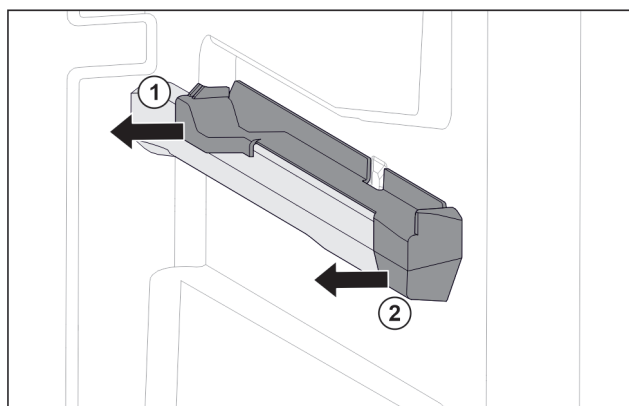

Fig. 77 Aufsteckteil auf der rechten Behälterrippe
- ▶ Aufsteckteil hinten zur Seite abziehen. Fig. 77 (1)
- ▶ Aufsteckteil vorne zur Seite abziehen. Fig. 77 (2)